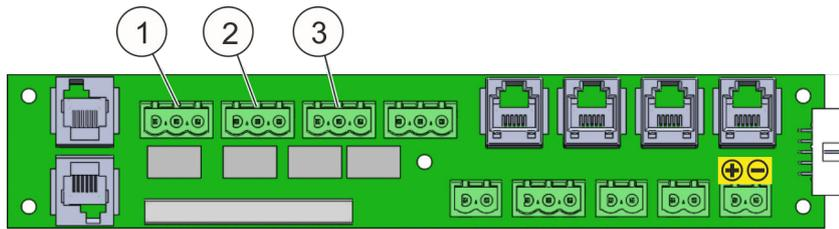

Fig. 18 : Contacts libres de potentiel
- Utiliser les contacts libres de potentiel (Fig. 18 /1 à 3) pour la mise à l'arrêt des appareils, à réaliser par l'exploitant.